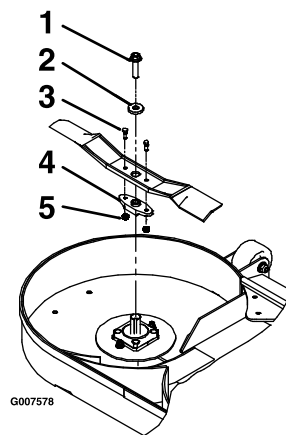

Figura 66
3. Retire la cuchilla, la arandela y el perno que sujetan la cuchilla y el impulsor de la cuchilla (Figura 66).
4. Retire el impulsor de la cuchilla de la cuchilla existente (Figura 66).
1. Instale el impulsor de la cuchilla en las cuchillas nuevas con los pernos de cizallamiento y las contratueras (Figura 66).
3. Instale la cuchilla, la arandela y el perno de la cuchilla en el eje (Figura 66).